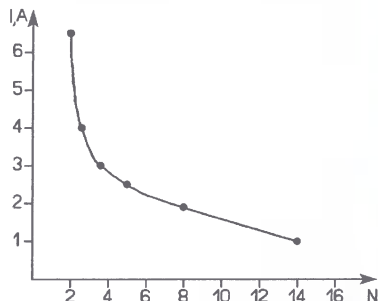

Рис. 5
Реле K1 — РЭС32 (исполнение РФ4.500.335-03.01), его допускается заменить на TRV-48VDC-SC-CD. Для изготовления реле K2–K4 применены герконы КЭМ-1 группы А и провод ПЭВ-2 1,2. Предварительно три витка провода наматывают на оправке немного большего диаметра, чем геркон, а затем вставляют его внутрь и закрепляют термоклеем. Желаемый ток срабатывания защиты (I) можно подобрать, изменяя число витков (N), руководствуясь графиком, показанным на рис. 5.